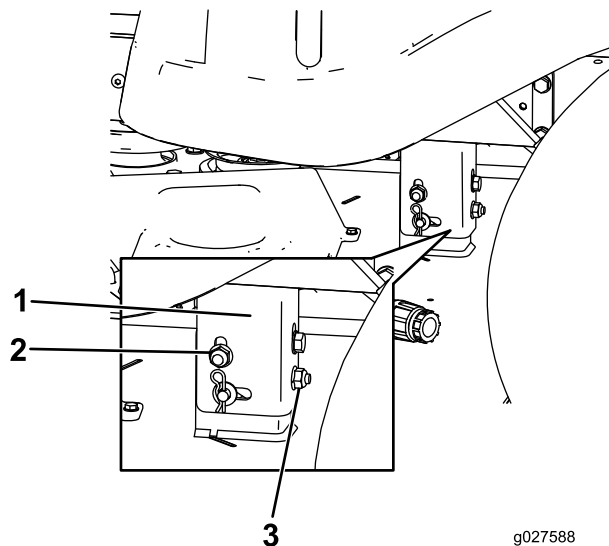

Figure 71
8. Élevez ou abaissez le côté gauche du plateau de coupe en tournant l'écrou arrière (Figure 71).
Remarque: Tournez l'écrou arrière dans le sens horaire pour élever le plateau de coupe ou dans le sens antihoraire pour abaisser le plateau (Figure 71).